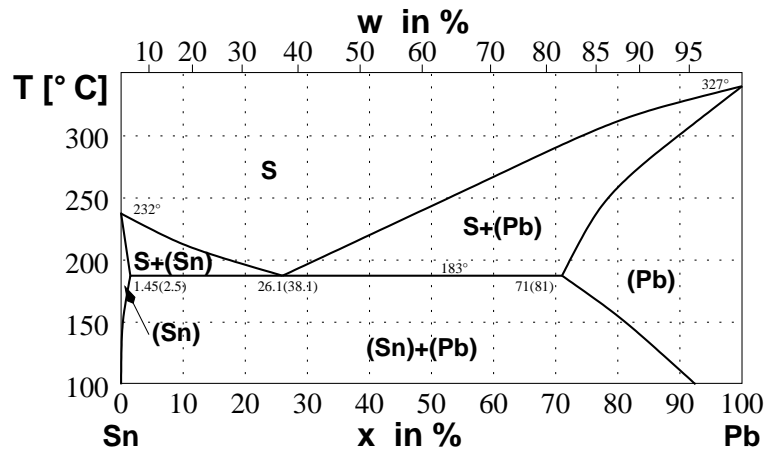

Abbildung 4.1: Sn-Pb-Phasendiagramm
Je stärker die Atommassen der Komponenten voneinander abweichen, um so unterschiedlicher sind die Skalen von Atom- und Masseprozent. Abbildung 4.1 zeigt das Phasendiagramm Sn-Pb als ein Beispiel für ein typisches eutektisches Phasendiagramm. Angegeben sind ausgezeichnete Temperaturen, das sind die Schmelztemperatur von (reinem) Sn (232°C), von (reinem) Pb (327°C) sowie die eutektische Temperatur
- Welche Phasen und Komponenten sind in Abbildung 4.1 dargestellt?
- Wie groß sind die Anteile der Phasen, in die eine Sn – 60at.-%Pb-Legierung bei $T = 250^\circ\text{C}$ zerfällt (s. Abb. 4.1)?